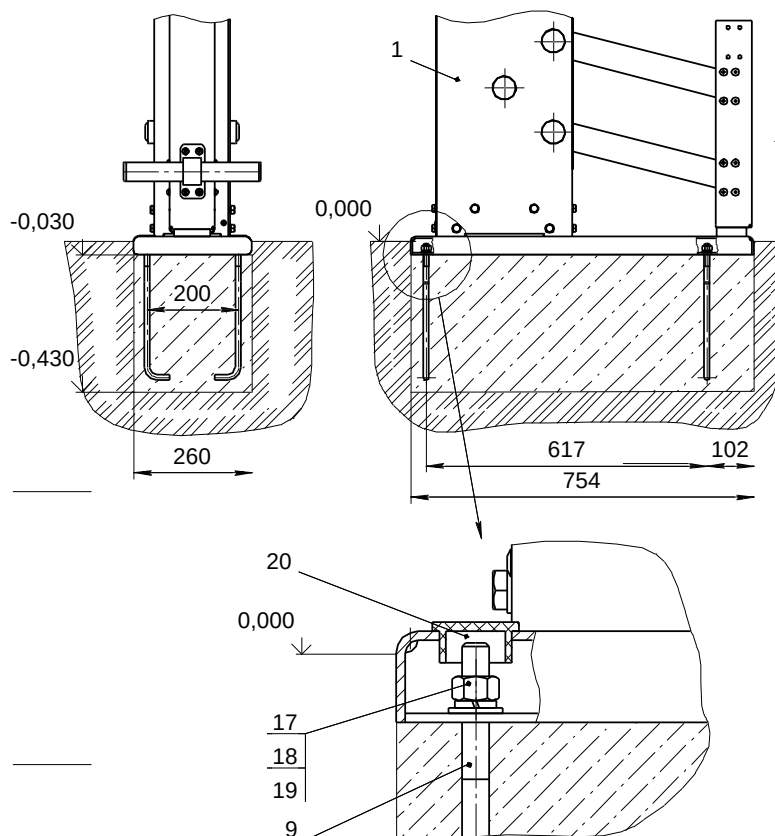

Рис.3
10.3.2 Убедиться в сухости и прочности залитого бетона. Установить платформу со стойкой (поз. 1; 2) на анкерные болты и закрепить, установить заглушки поз.20 (рис.3):